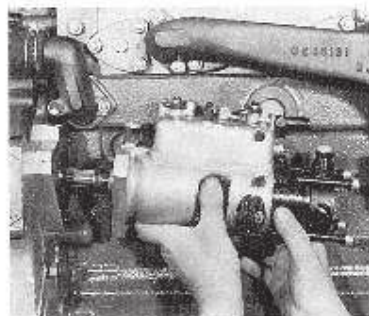

Fig. J11. — Montage de la pompe d'injection
— Démontez les tuyauteries de la pompe d'injection, enlever la pompe d'injection et son arbre cannelé sur les pompes à régulateur mécanique (Fig. J11).
- si le pignon et l'adaptateur n'ont pas été changés, il suffit d'introduire la pompe dans son logement. Une rainure redère enfin de monter la pompe dans une mauvaise position (Fig. J11).